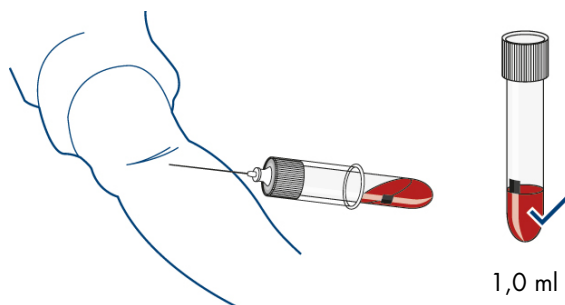

Figura 1. Extraiga directamente sangre en el QIAreach QFT Blood Collection Tube y rellene con el volumen apropiado.
3. Extraiga 1 ml de sangre de cada paciente mediante venopunción directamente en un QIAreach QFT Blood Collection Tube (véase figura 1). Esta operación debería ser tarea exclusiva de un flebotomista cualificado.